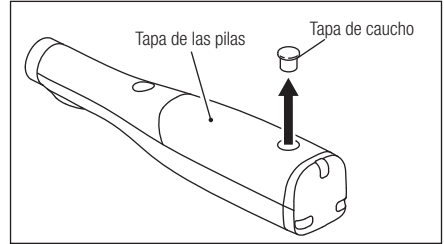

Fig. 13
- 2) Retire la tapa de caucho de la tapa de las baterías con un destornillador fino y plano. (Fig.13)